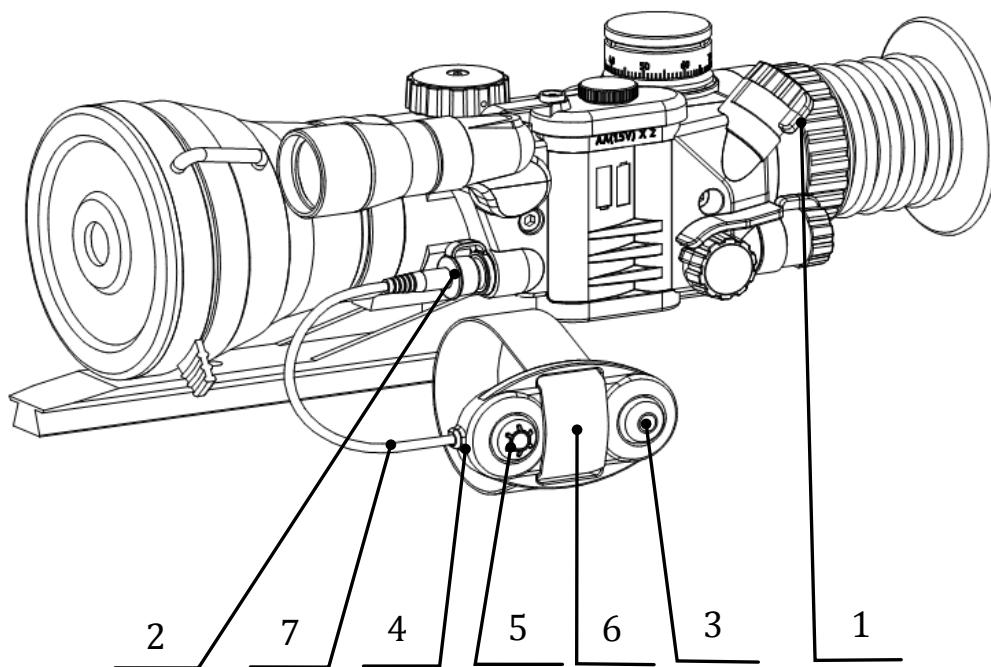

Рисунок 8 – Пульт дистанционного включения
- ✓ вставьте штекер пульта дистанционного включения в гнездо **(2)** (см. рис. 8);